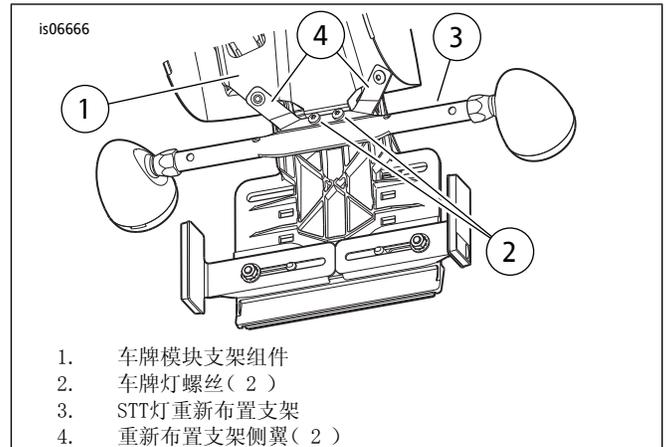

图2. 安装FXS车型刹车灯/尾灯/转向灯重新布置支架
1. 参见图2。松开把车牌灯安装到车牌模块支架组件(1)的两颗TORX半圆头自攻螺丝(2)。